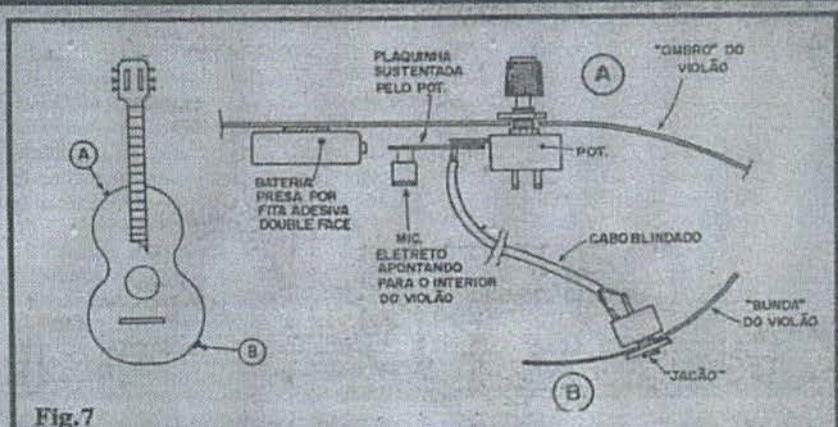

Fig.7
- FIG. 7 - O "EMBUTIMENTO" (INSTALAÇÃO) DA CAPAV NO VIOLÃO - Vários detalhes de como o circuito deve ser embutido no instrumento, são dados na figura... Em 7-A destacamos a fixação da placa/potenciômetro/bateria, que fica - internamente - no "ombro" do violão (ver detalhamento à esquerda...). Em 7-B mostramos o posicionamento do "jacão", acoplado à "bunda" do instrumento (ver o detalhe de posição, no diagrama da esquerda...). O conjunto potenciômetro/placa é fixado pela própria porca que acompanha o dito potenciômetro... O "jacão" também tem "pescoço" rosqueado e porca própria, o que facilita a fixação... Já a pequena bateria deve ser fixada inter-